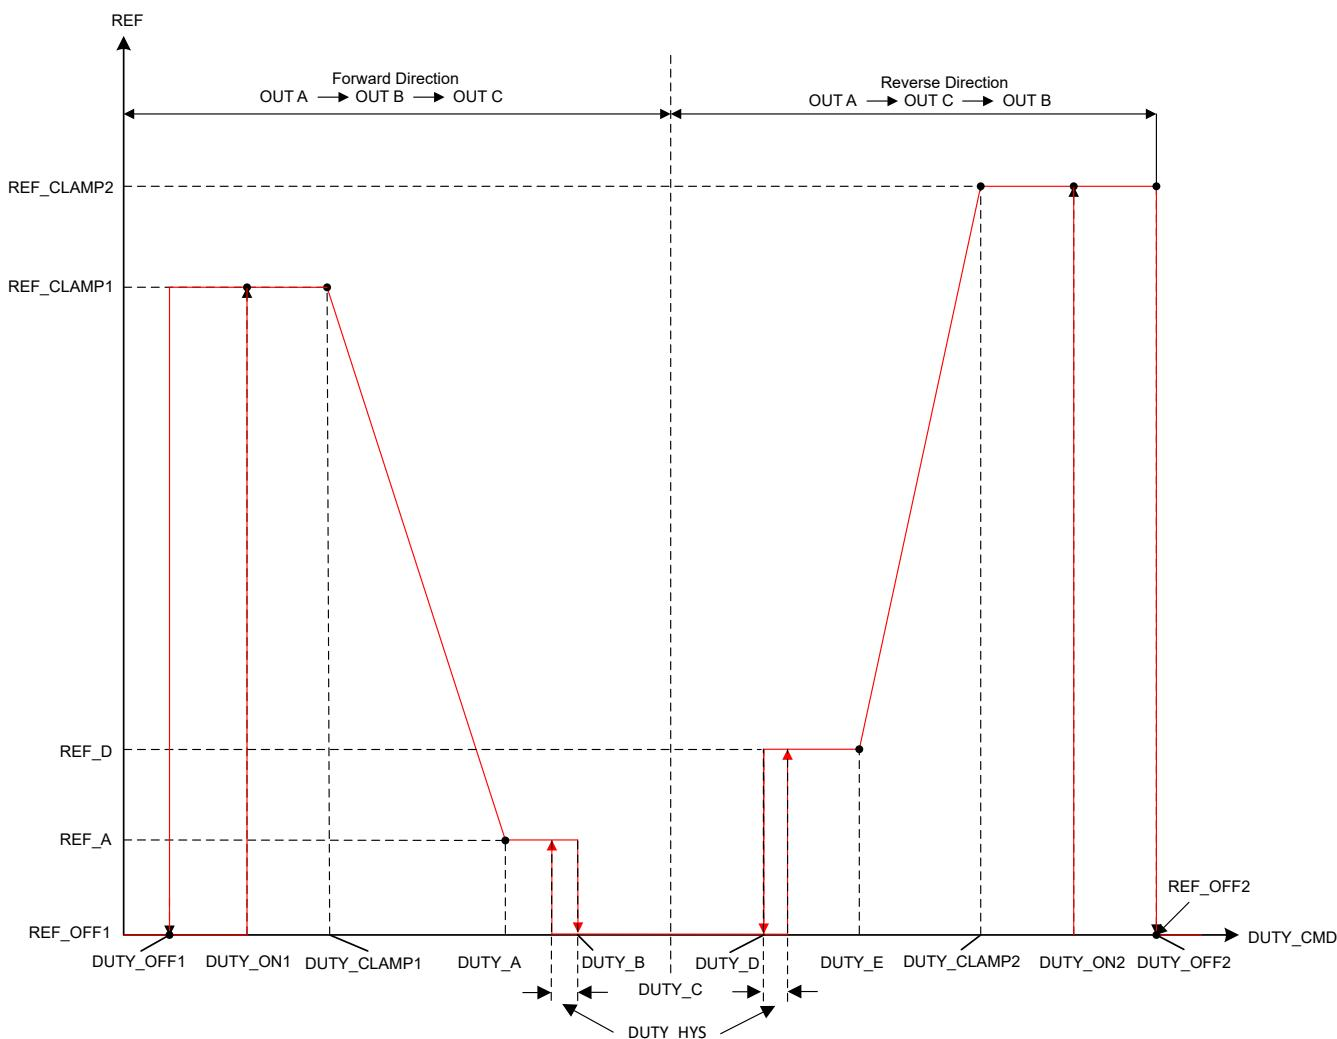

図 7-13. 双方向制御プロファイル
- DUTY\_OFF1 と DUTY\_ON1 は、リファレンス制御入力 REF\_CLAMP1 および REF\_OFF1 間を遷移する際のヒステリシスを設定します (図 7-13 を参照)。
- DUTY\_A は、リファレンス REF\_A のデューティ・コマンドを設定します。このリファレンスは、DUTY\_CLAMP1 と DUTY\_A の間を直線的に変化します。DUTY\_A から DUTY\_E は、図 7-13 と同じ順序である必要があります。
- DUTY\_OFF2 と DUTY\_ON2 は、リファレンス制御入力 REF\_CLAMP2 および REF\_OFF2 間を遷移する際のヒステリシスを設定します (図 7-13 を参照)。